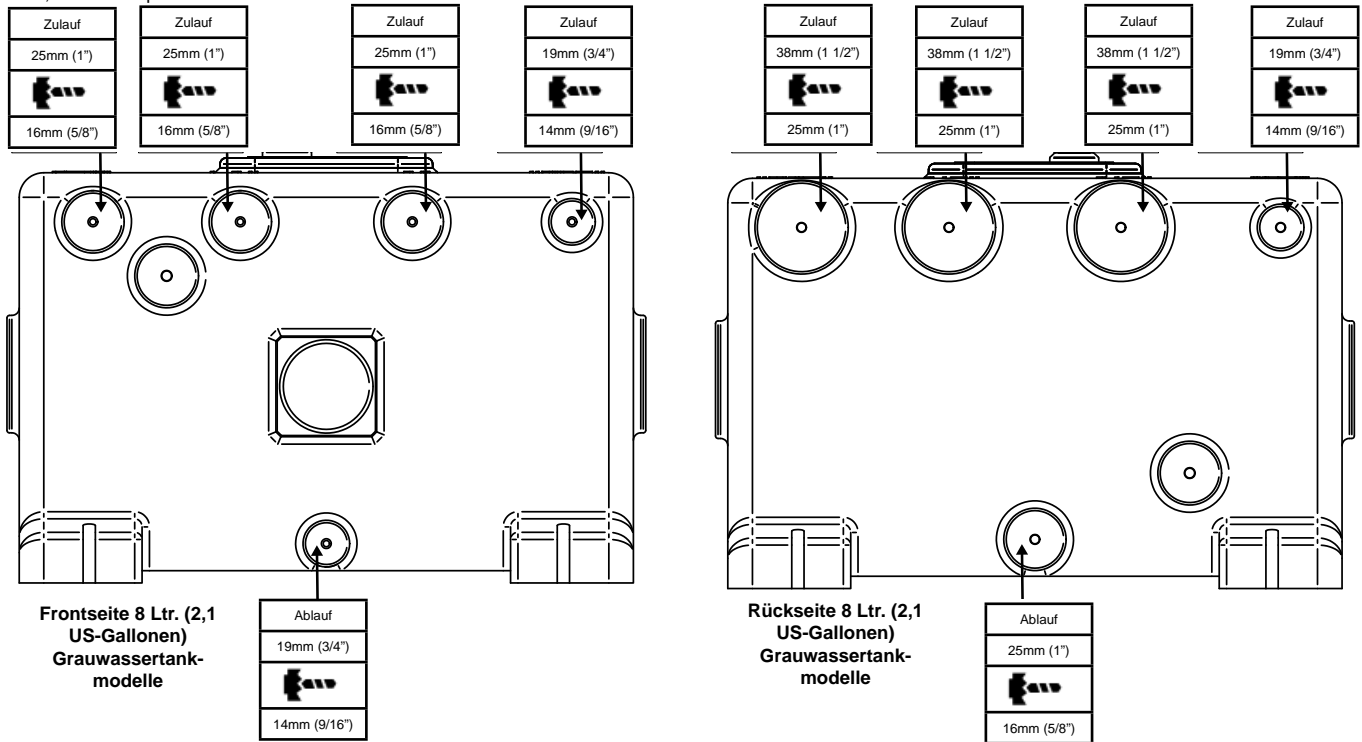
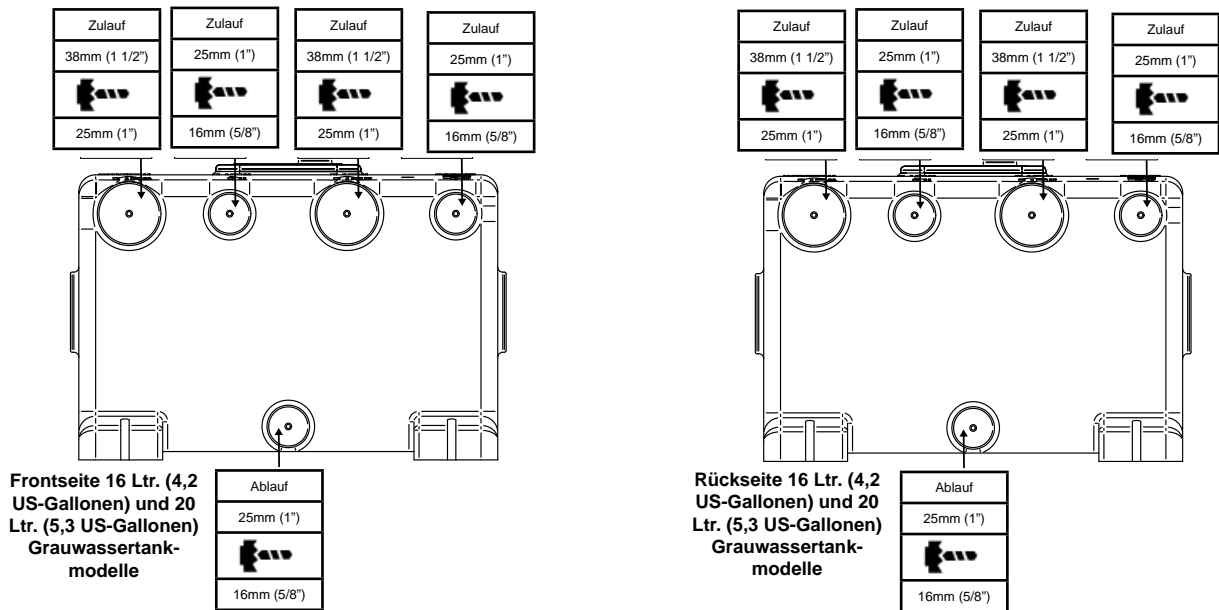

Abbildung 3 Anschlussgrößen & empfohlene Bohrungsdurchmesser für 8 Ltr. (2,1 US-Gallonen) Grauwassertankmodelle
Abbildung 4 Anschlussgrößen & empfohlene Bohrungsdurchmesser für 16 Ltr. (4,2 US-Gallonen) und 20 Ltr. (5,3 US-Gallonen) Tankmodelle
Schritt 1: Bohren Sie nur die Anschlüsse, die für die Installation verwendet werden. Die Anschlussgrößen und empfohlenen Bohrungsdurchmesser sind in Abbildung 3 für die 8 Ltr. (2,1 US-Gallonen) und in Abbildung 4 für die 16 Ltr. (4,2 US-Gallonen) und 20 Ltr. (5,3 US-Gallonen) Tankmodelle angegeben. Achten Sie darauf, dass alle Späne nach dem Bohren aus dem Innern des Tanks entfernt werden.